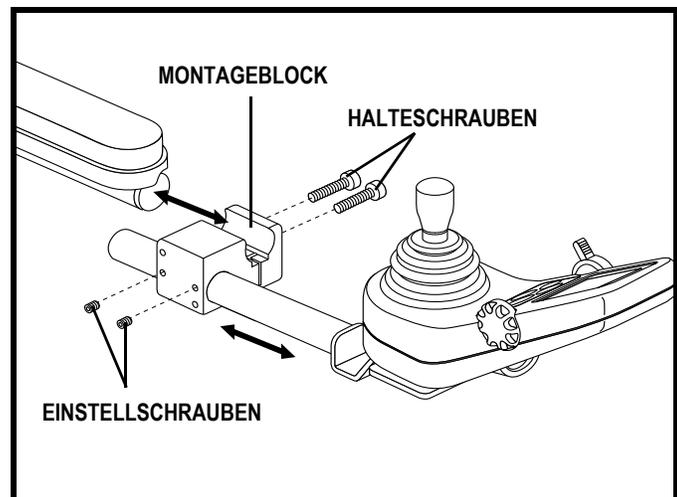

Abb. 19. Position der Steuerung (Standardmontageblock)
HINWEIS: Falls Ihr Rollstuhl mit einem Specialty-Sitz, Synergy-Sitz oder der elektrischen Sitzverstellung Synergy TRU-Balance ausgestattet ist, müssen Sie wie folgt vorgehen: Lösen Sie die Feststellschrauben im Montageblock, schieben bzw. ziehen die Steuereinheit in die gewünschte Position und ziehen dann die Feststellschrauben wieder an. **Siehe Abbildung 19.**
5. Die Befestigungsschrauben im Montageblock der Steuereinheit lösen. **Siehe Abbildung 19.**